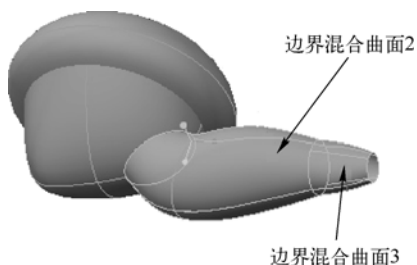
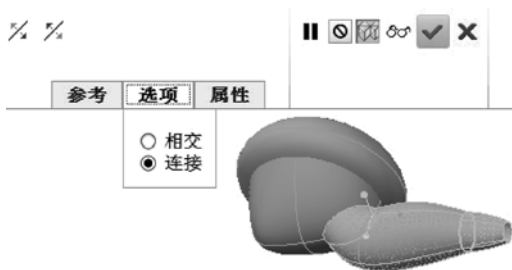

图 13-141 选择要合并的曲面
图 13-142 采用连接合并的方式
① 选中边界混合曲面 3, 按住〈Ctrl〉键选择边界混合曲面 2, 如图 13-141 所示。
② 单击“合并”按钮, 打开“合并”选项卡。
③ 在“选项”面板中选择“连接”单选按钮, 如图 13-142 所示。
④ 在“合并”选项卡中单击“完成”按钮.
① 确保刚合并得到的面组(“合并 2”特征)处于被选中的状态, 按住〈Ctrl〉键选择主体面组。